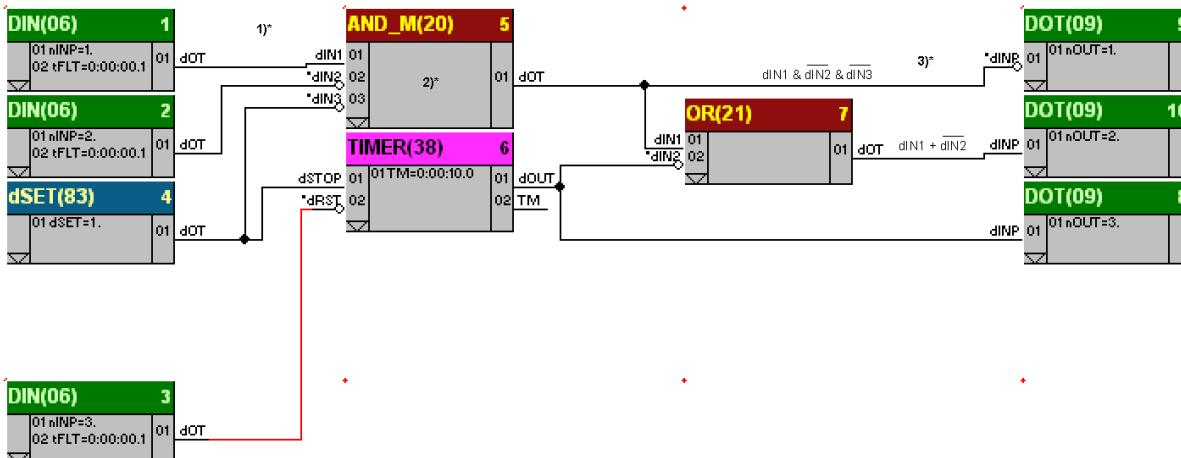

Рисунок 2.7 - Приклад конфігурування
Можливості конфігурування не залежать від функціонального блоку і визначаються наступними правилами (рис. 2.7):
На рис. 2.7 представлений приклад конфігурування.
На рис. 2.7 представлені різні приклади і варіанти конфігурування:
3) Вихідний сигнал функціонального блоку багато входового I 5-MULTI\_AND (20) -03 подається на 1-й дискретний вихід контролера, для чого на вхід 01 блоку дискретного виходу 9-DOT (09) підключений 01 вихід блоку багато входового I 5-MULTI\_AND (20) -03. Сигнал на вході 01 функціонального блоку дискретного виходу 9-DOT (09) інвертується.
4) На рис.2.7 показана інверсія входів наступних функціональних блоків: